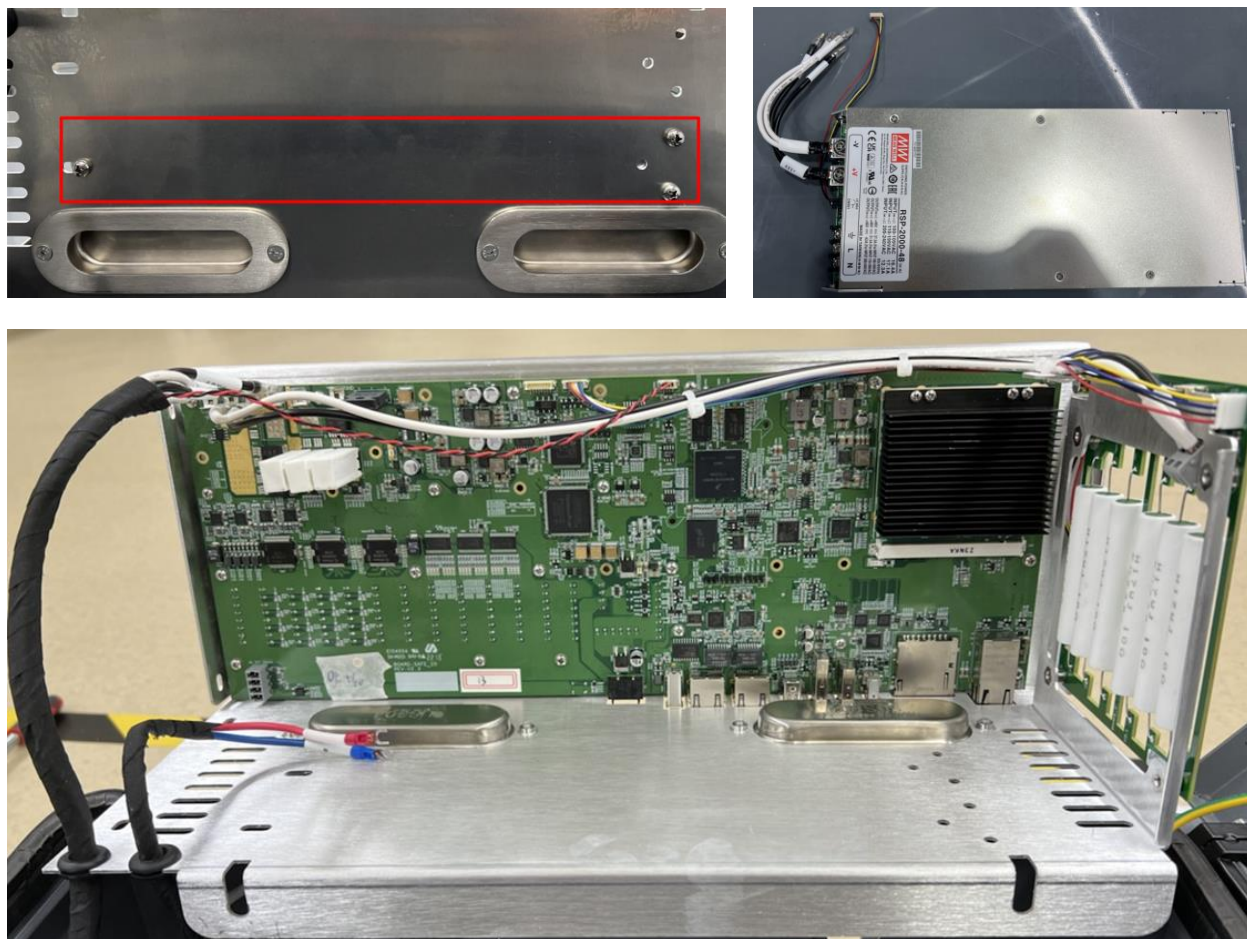

图 3-27 螺钉位置及电源放置方式
- 拆卸固定开关电源的 3 个十字槽盘头螺钉，拿开电源并放置好，如图 3-27 所示：